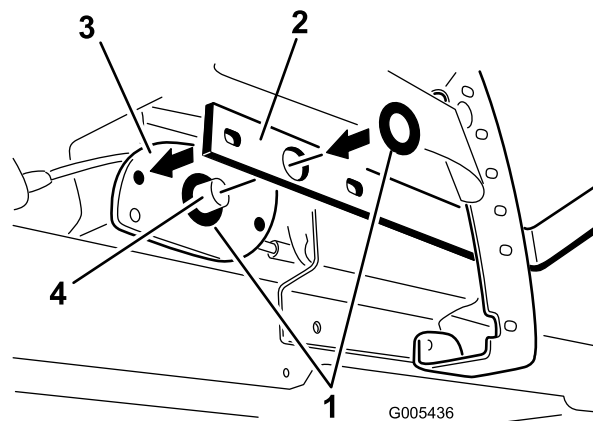

Bild 3
4. Setzen Sie eine Druckscheibe über die Schwenkstange am Hubhebel (Bild 3). Montieren Sie den Hubarm und die Scheibe wieder an der Vorderseite des Hubhebels. Decken Sie den Hubarm mit der anderen Druckscheibe ab.